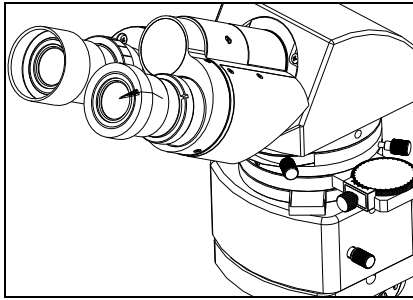

图 20
- (1) 带眼镜的用户观察时，将眼罩翻下，这样可以防止眼镜接触目镜，以免划伤眼镜和目镜。
- (2) 不带眼镜的用户观察时，将眼罩打开，这样可以防止杂散光干涉观察。（如图 20）